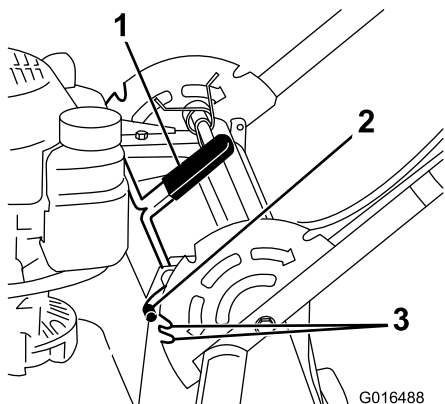

Рисунок 16
1. Потяните рычаг запираания рукоятки назад, чтобы вывести из зацепления пальцы фиксации рукоятки (Рисунок 16).
2. Поверните рукоятку и совместите требуемую прорезь в кронштейне рукоятки с пальцами фиксации рукоятки, см. Рисунок 16.